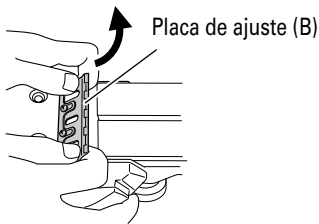

Fig. 8
- (2) Como se muestra en la Fig. 8, deslice la cuchilla en el sentido indicado por la flecha para desmontar dicha cuchilla.